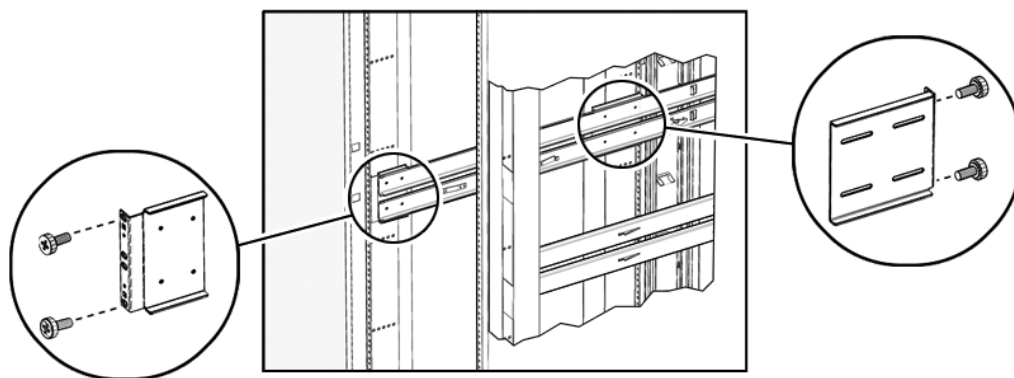

図 2-3 装置ラックへのスライド部品の取り付け
2. M6×10 ねじ 4 本を使用して、選択した取り付け穴にスライド部品を固定し (図 2-3)、スライドを装置ラックの前面から引き出せるようにします。